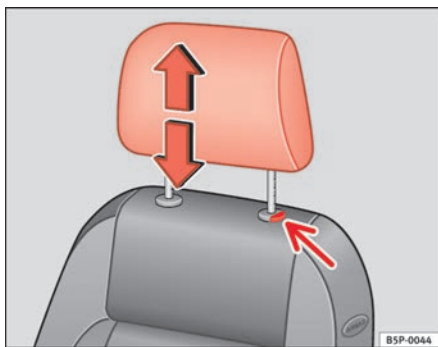

Fig. 94 Ajuste o desmontaje del apoyacabezas
- Pulse la tecla ⇒ fig. 94 (flecha).